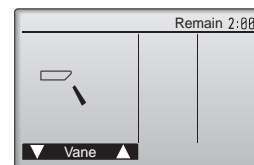

Fig. 7-6
- 1 Перевірте автоматичне обертання за допомогою кнопок **F1** **F2** (Fig. 7-6).